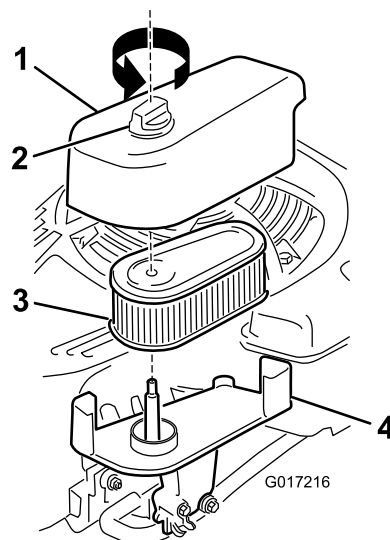

Figure 32
1. Retirez la fixation du couvercle du filtre à air et déposez le couvercle (Figure 32).